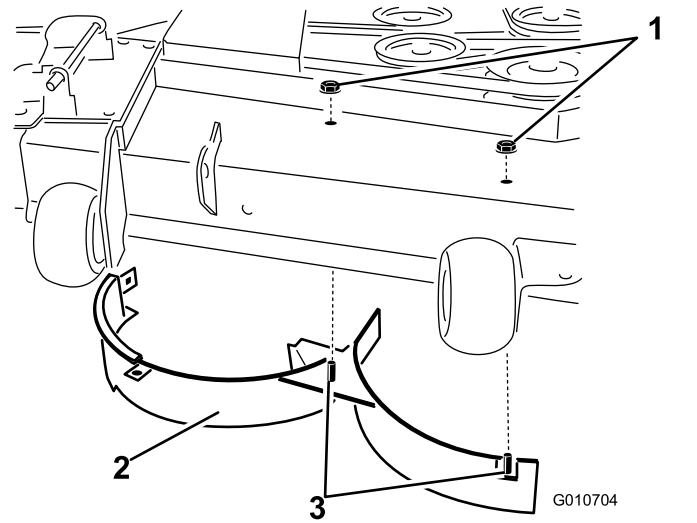

Figura 37
12. Remova o parafuso de carroçaria e a porca de bloqueio que prendem o abafador direito na parte superior da plataforma do cortador e retire o abafador direito da plataforma do cortador (Figura 37).
13. Instale as fixações previamente removidas nos furos frontais na placa de descarga e furo frontal na plataforma (Figura 37).
11. Remova as 2 porcas de bloqueio (5/16 pol.) presas aos postes soldados do abafador direito, na parte superior da plataforma do cortador, nas posições central e direita (Figura 37).